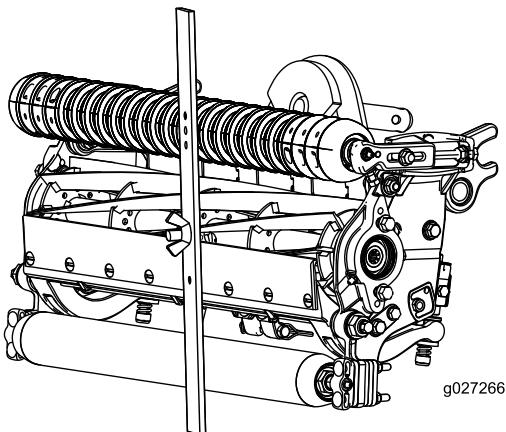

Figura 17
4. Agganciate la testa della vite sul tagliente della controlama e appoggiate l'estremità posteriore della barra sul rullo posteriore (Figura 17).
5. Ruotate la vite di regolazione finché il rullo anteriore non toccherà la barra di riferimento (Figura 17). Regolate entrambe le estremità del rullo finché l'intero rullo non è parallelo alla controlama.